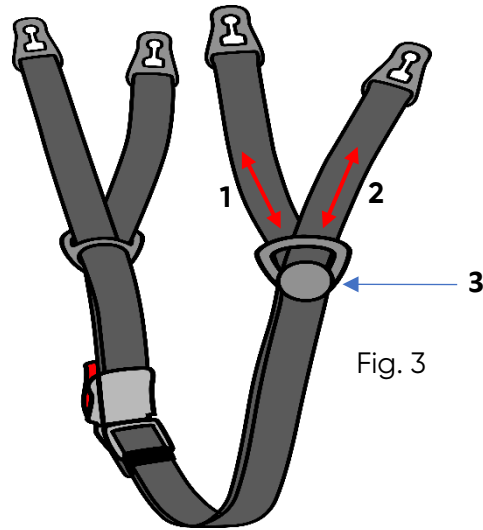

Fig. 3
Il sottogola (Fig. 3) possiede la regolazione della lunghezza, separatamente per la parte sinistra e destra della cinghia. Per ogni parte è possibile cambiare la lunghezza del tratto anteriore (1) e posteriore (2), facendo passare la cinghia attraverso il divisore (3).